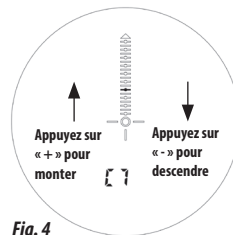

Fig. 4
5. Appuyez sur le bouton Plus ou Moins jusqu'à ce que le point/ligne continu(e) de l'axe vertical du télémètre soit aligné(e) avec le repère de « 20 PIN » de la feuille d'étalonnage (avec le cercle central toujours sur le repère de 40 ou 60 PIN) (Fig. 4). Notez le numéro de référence de « C » (étalonnage), en particulier si vous utilisez plusieurs arcs ou viseurs. Une fois étalonné, vous pouvez rapidement retrouver le réglage approprié pour l'arc/viseur en question en sélectionnant ce numéro de référence lors de son utilisation.